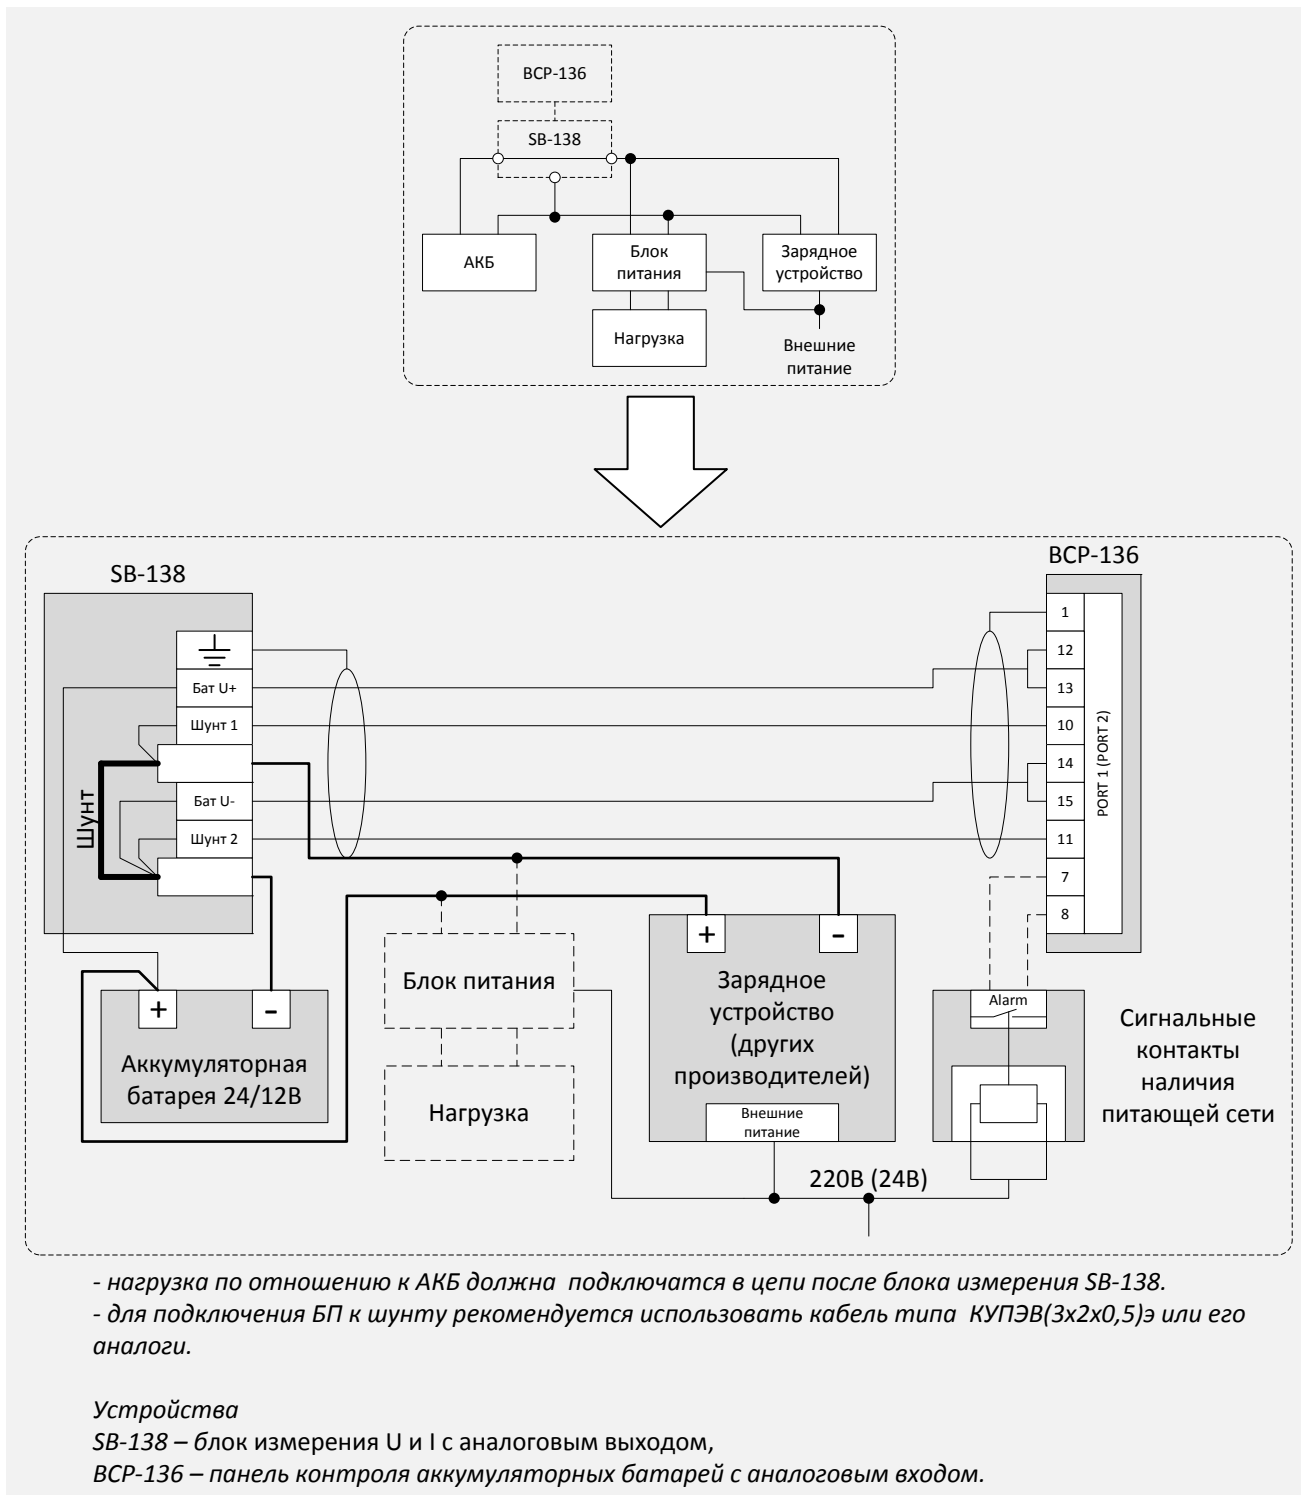

Рисунок 6 Пример подключения устройства SB-138 по аналоговому интерфейсу
- схему подключения устройств по аналоговому интерфейсу смотрите Рисунок 6.